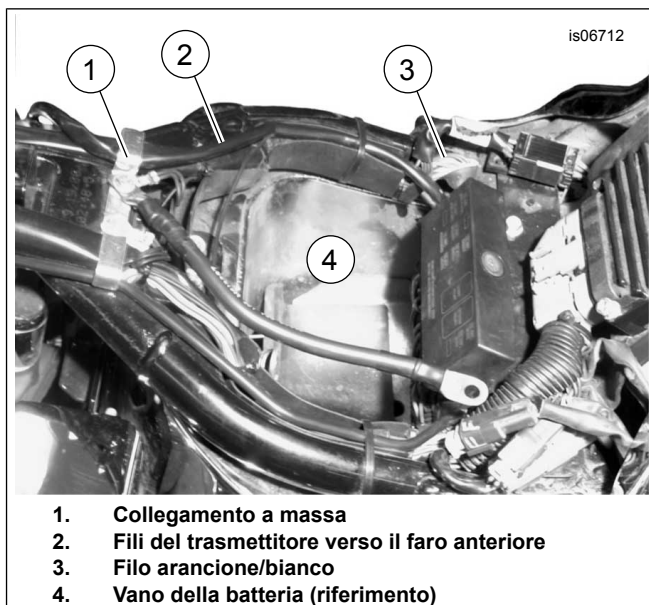

Figura 5. Collegamenti dell'alimentazione e di massa, Softail 2000 e anni successivi (la figura ritrae la FLSTC)
4. Vedere Figura 5. Instradare i fili del trasmettitore (2) verso l'alto fino al vano della batteria (4) e lungo il lato destro del telaio. Andare alla sezione **Collegamento del cablaggio**.
4. Vedere Figura 5. Installare il terminale ad anello sulla filettatura della vite di massa. Stringere la vite di massa al telaio e fissare secondo la specifica di coppia indicata sul manuale di manutenzione.